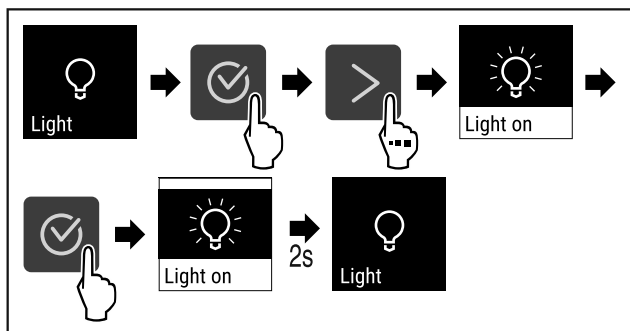

Fig. 68
- ▶ Végezze el a gyakorlati lépéseket (lásd Fig. 68).